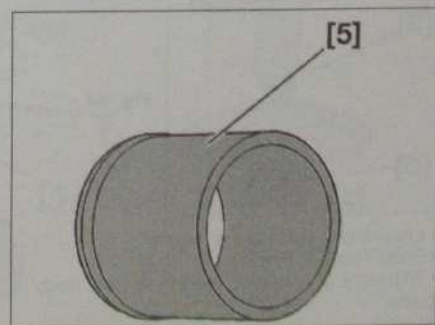

Fig. 51
- [5]. Tas de montage du bouchon de moyeu (réf : 0619-F2) (Fig.51).